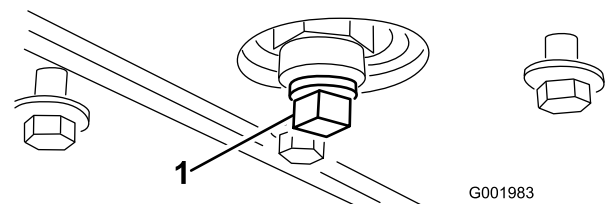

Figura 50
5. Retire el tapón de vaciado (Figura 50).